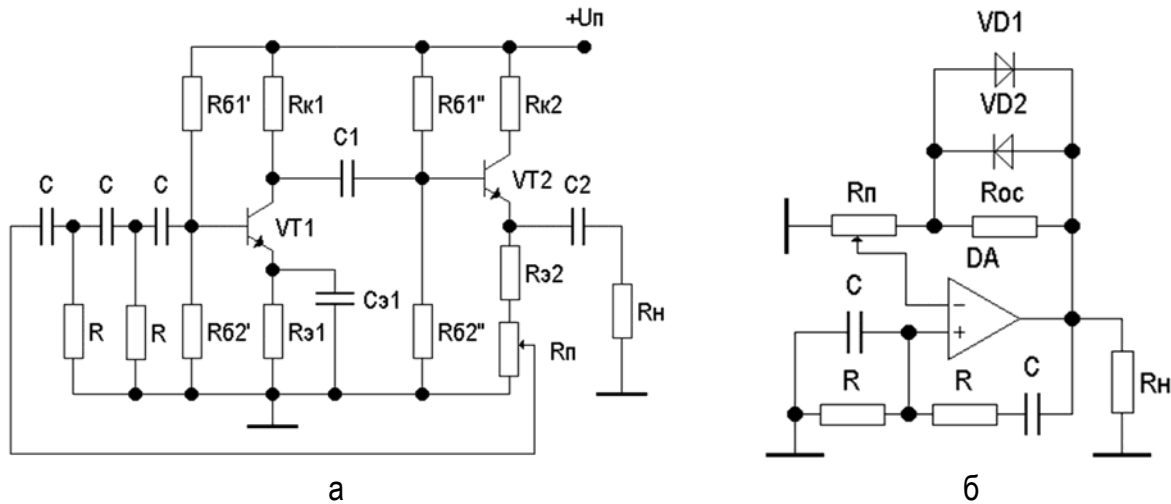

Рис. 14.3
В данной работе исследуются транзисторный двухкаскадный RC -автогенератор с поворотом фазы в цепи ОС на 180° и RC -автогенератор без поворота фазы на операционном усилителе с мостом Вина в цепи ОС (рис. 14.3).
Автогенератор с фазовращающей RC -цепью (рис. 14.3а) состоит из двухкаскадного инвертирующего усилителя (ОЭ–ОК) и фазовращающей RC -цепи, у которой фазовый сдвиг в 180° имеет место на единственной частоте
Для стабилизации амплитуды генерируемых колебаний в схеме RC -автогенератора с мостом Вина (рис. 14.3б) параллельно резистору R_2 в цепи ООС дополнительно включают диоды (т.е. вводят симметричную нелинейную обратную связь). Такая схема показана на рисунке 14.3б. С помощью потенциометра здесь задаётся необходимый коэффициент усиления усилителя, который в соответствии с (14.4) в данном случае
- а) изучить принципиальную схему генератора с поворотом в цепи ОС (рис. 14.3а и рис. 14.5);